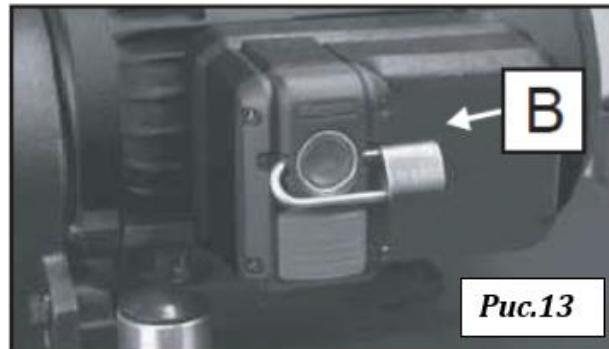

Рис.13
**ВАЖНО!** Если станок не используется, выключатель должен быть заперт в положении ОТКЛ. (OFF) для предотвращения несанкционированного на висячий замок (B), рис. 13, скобой диаметром 8, 17 мм. **Примечание:** для ясности показан выключатель другой конструкции.